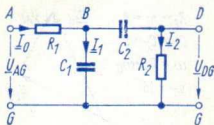

Bild 23
**Bild 23** enthält den Schaltplan. Diese Schaltung entspricht dem einen Zweig der **Sulzer-Brücke**. Wie bei der Wien-Brücke nutzt man auch hier aus, daß sich für eine Frequenz